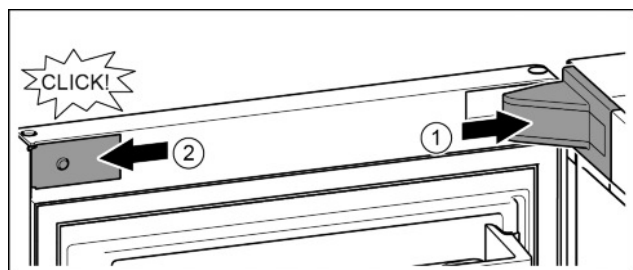

Fig. 17
u Poser et enclencher le cache du support de palier, l'introduire en appuyant délicatement. Fig. 17 (1)
u Mettre en place le cache latéralement et l'enclencher. Fig. 17 (2)